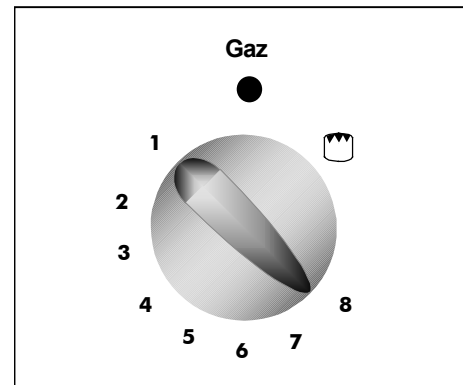

fig. 2
- Approchez une flamme du brûleur du four et tournez la manette du four dans le sens inverse des aiguilles d'une montre jusqu'au repère « 8 » (fig. 2) et maintenez la pression.